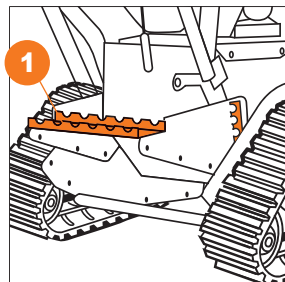

Рис. 22
Гусеничные снегоборочные машины оборудованы системой регулировки положения ковша. Нажмите педаль ①, наклоните вперед или назад рукоятки управления и выберите один из трех режимов в зависимости от условий работы (Рис. 22).